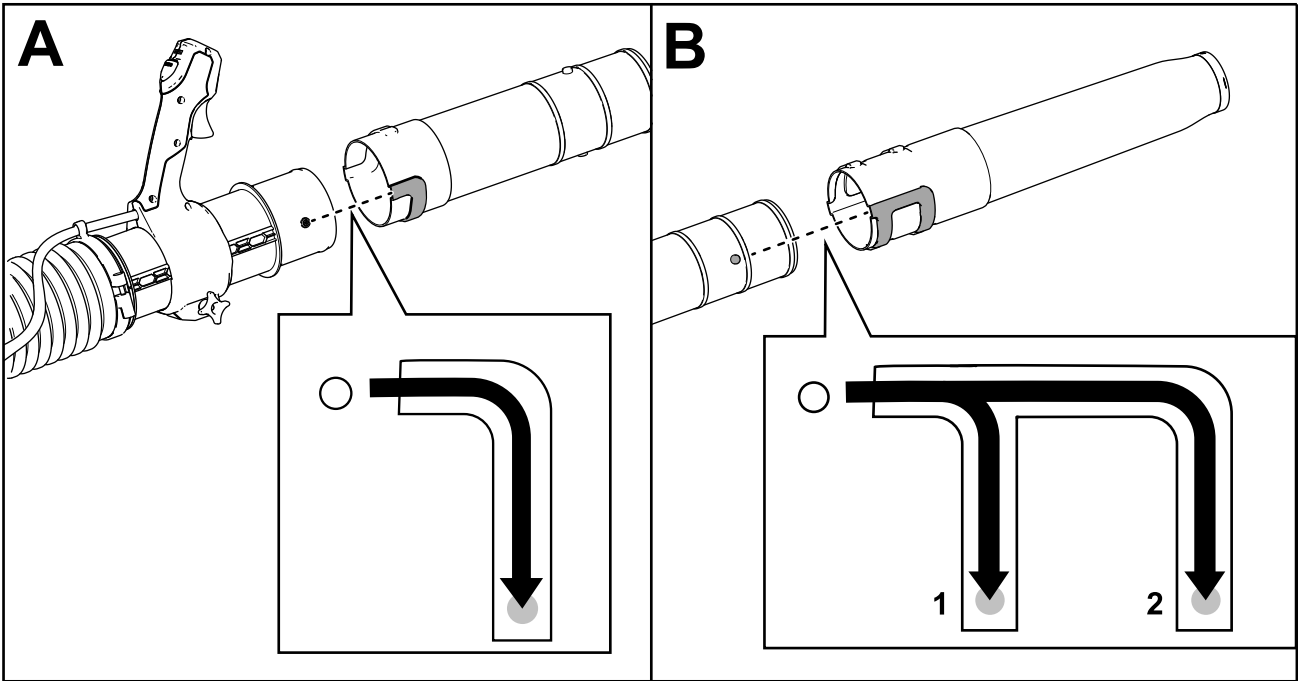

Figura 3
- Deslice las ranuras de la sección de tubo central del soplador sobre las clavijas del cilindro del tubo del soplador, y gire la sección central para sujetarla (Figura 3, A).
- Coloque las ranuras de la sección de la tobera sobre las clavijas de la sección central y gire la tobera para sujetarla (Figura 3, B).